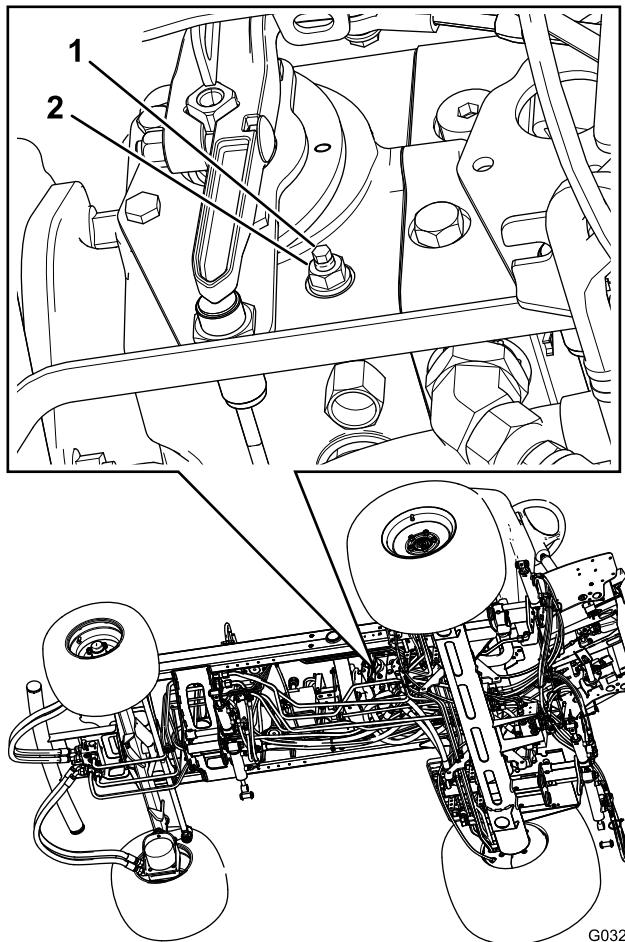

图63
3. 在静液压泵的右侧，松开牵引调节凸轮（图63）上的锁紧螺母。